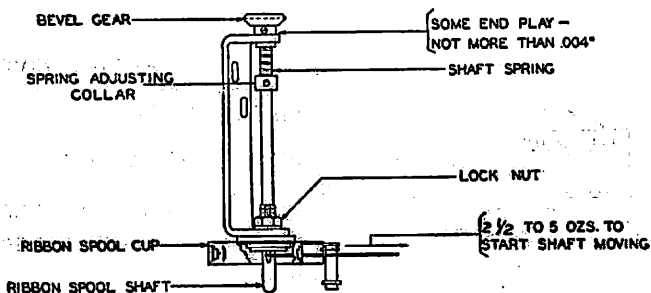

**Fig. 22**
**\*4.33 Ribbon spool cups:** See Fig. 22.